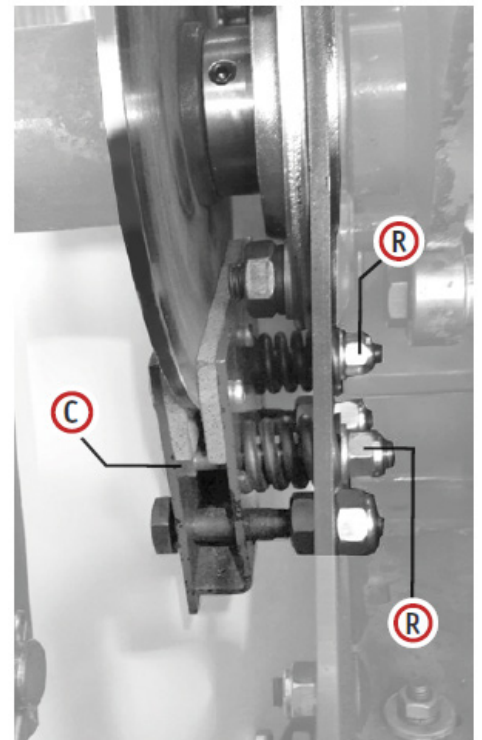

Fig.14
Asegúrese de que las dos tuercas (R) (Fig. 14) estén atornilladas uniformemente dando media vuelta a la vez, de modo que las agujas, ahora sueltas, no estén firmes y bloqueadas al final de su trabajo, y no ocurra ningún rebote dentro de la cámara de compresión.
Asegúrese de que las dos tuercas (R) (Fig. 14) estén desatornilladas uniformemente dando media vuelta a la vez, de modo que las agujas, ahora sueltas, no puedan entrar en la cámara de compresión.